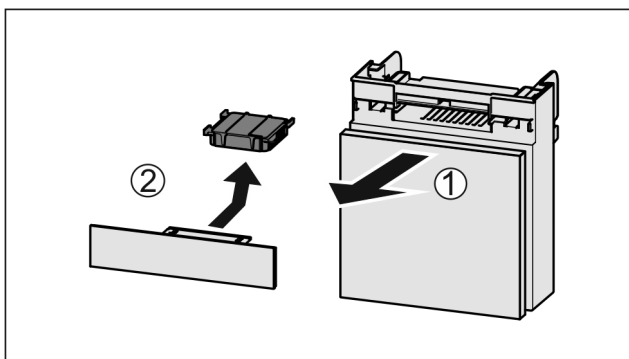

Fig. 168
- ▶ Retire el compartimiento hacia delante Fig. 168 (1).
- ▶ Retire el filtro de carbón activo Fig. 168 (2).